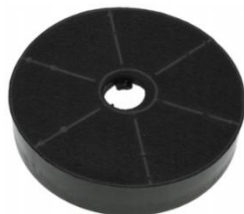
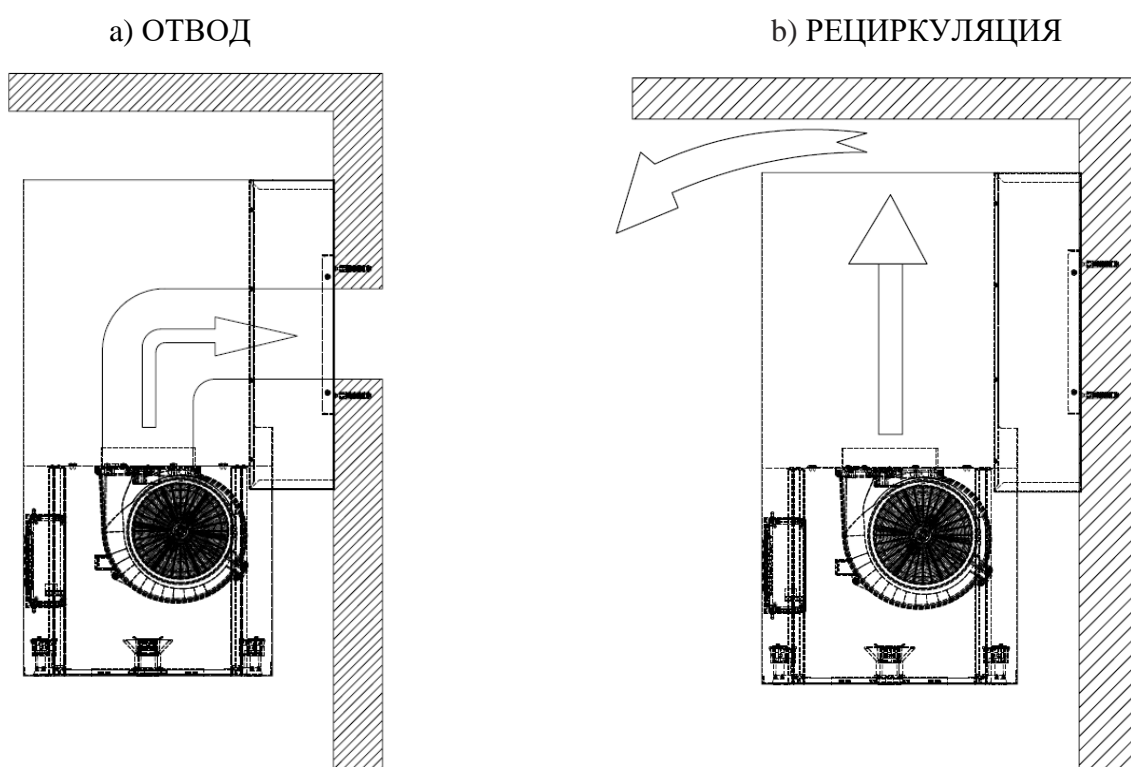

Рис. 3
Рис. 4
- 1) Отвода (рис. 4а) – воздух удаляется из помещения через соединение вытяжки с вентиляционным каналом жестким пластиковым воздуховодом или гофрированным
2) Рециркуляции (рис. 4б) – внутренняя циркуляция воздуха через угольные фильтры (рис. 3). Вытяжка в данном случае не подключается к вентиляционной шахте и, таким образом, воздух просто прогоняется через вытяжку внутри кухни.
В этом режиме на вытяжку должны быть установлены угольные запахоулавливающие фильтры (рис. 3). Эти фильтры не входят в комплект вытяжки и приобретаются отдельно. Угольные фильтры следует менять не реже, чем раз в 3 месяца (в зависимости от интенсивности приготовления пищи). Использование вытяжки в режиме рециркуляции снижает ее производительность.